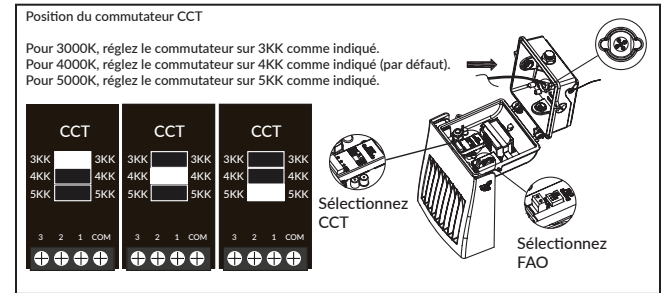

Figure 4A.
- Retirez les fils d'alimentation électrique (L noir, N blanc) et le fil de mise à la terre (G vert), en passant à travers le joint de fil à 5 trous. (Figure 4A)